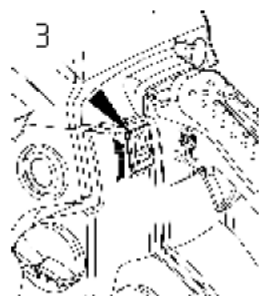

Рис. 6.2
4. Установите выключатель двигателя (рис. 6.2 поз. 3) в положение "I".